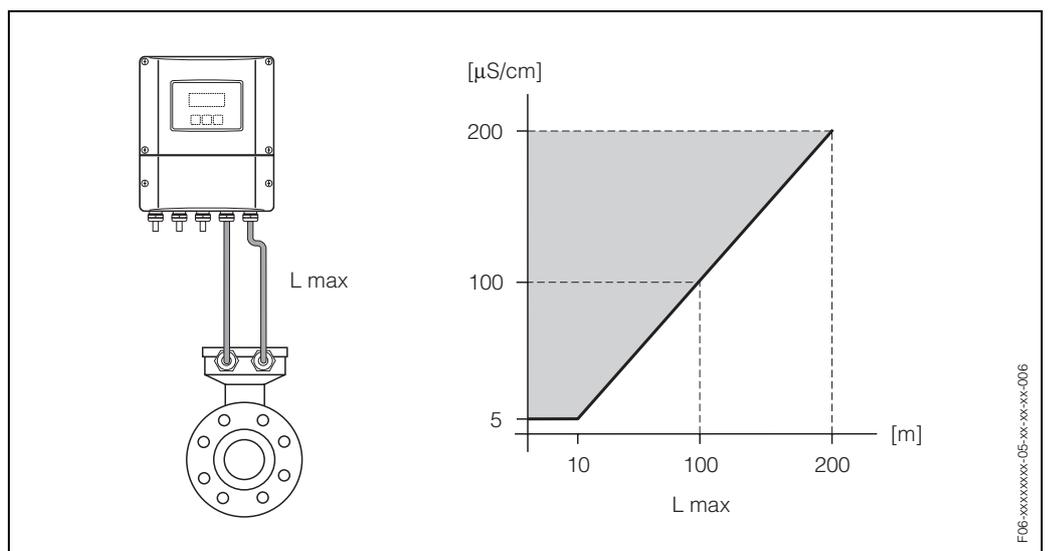

Abb. 15: Zulässige Verbindungskabellänge bei der Getrenntausführung
- Die zulässige Kabellänge L_{max} wird von der Messstoffleitfähigkeit bestimmt (Abb. 15). Zur Messung von demineralisiertem Wasser ist eine Mindestleitfähigkeit von $20 \mu\text{S/cm}$ erforderlich.